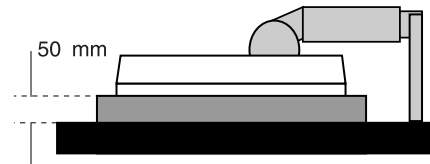

Рисунок S.1
3. Положите монитор экраном вниз на необразивную поверхность. (Поместите экран на 50-мм платформу так, чтобы подставка была параллельна поверхности платформы.) (**Рисунок S.1**).